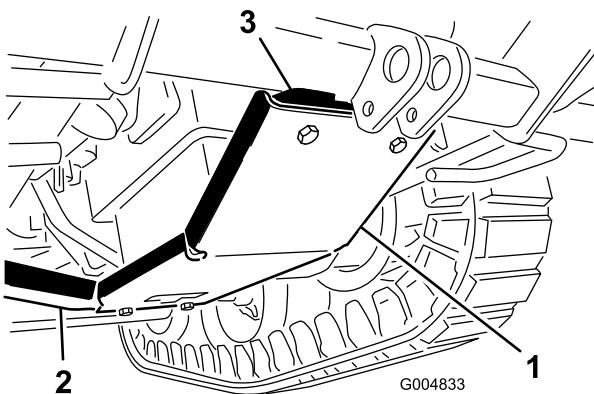

Figura 30
2. Montate il paramotore (Figura 30) sul telaio sotto al motore nel modo seguente:
- A. Montate la parte anteriore del paramotore sulla piastra di montaggio del paramotore con 2 bulloni a testa flangiata (3/8 x 1-3/4 poll.) e dadi flangiati (3/8 poll.) (Figura 30).
- B. Montate la parte posteriore del paramotore sulla traversa del telaio con 2 bulloni (3/8 x 1 poll.) e dadi flangiati (3/8 poll.) (Figura 30). Montate i bulloni posteriori dall'alto.